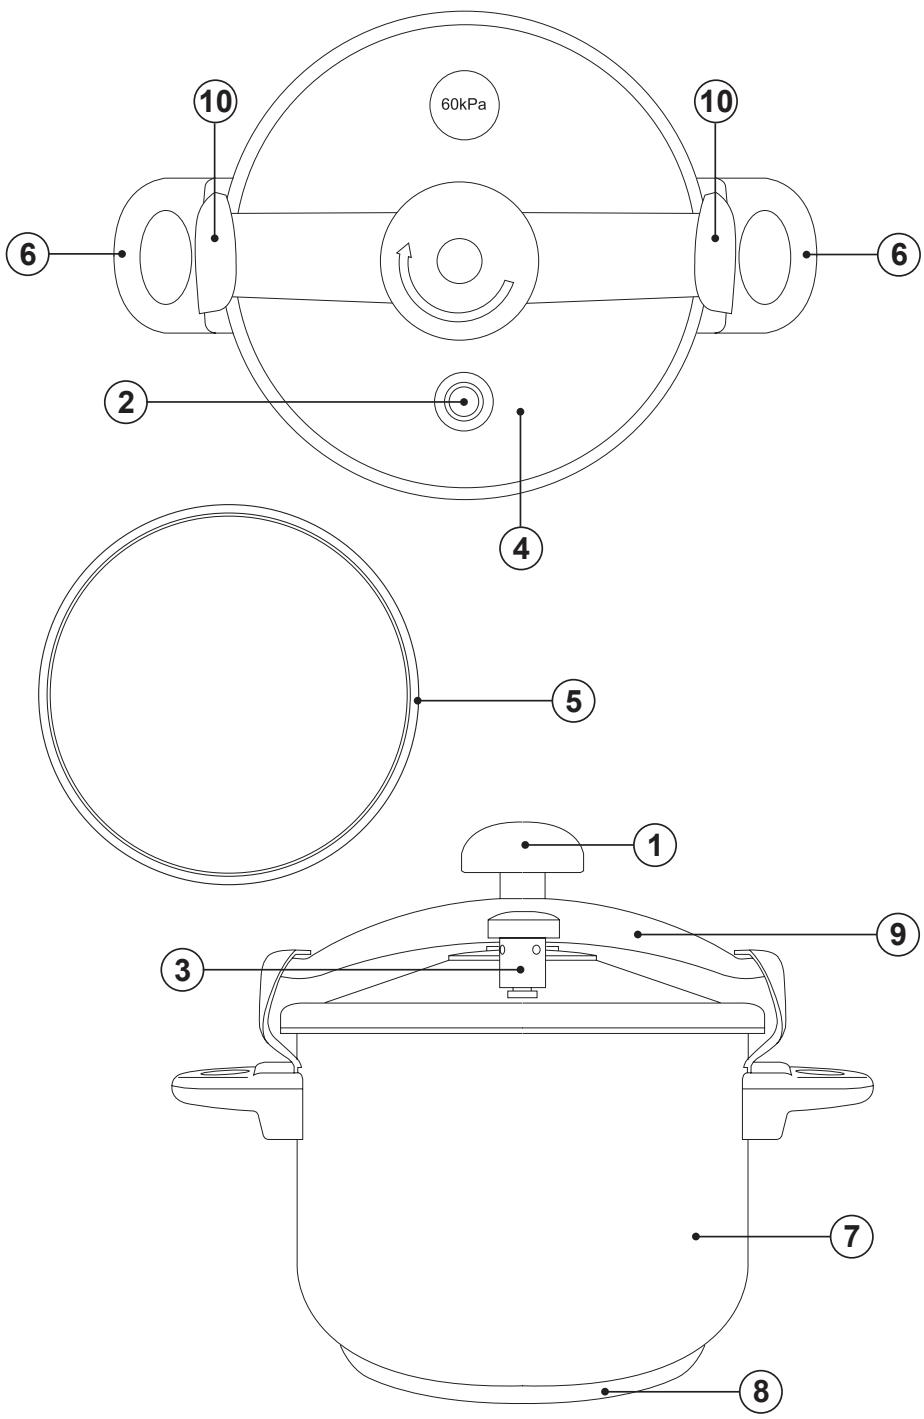

Fig. 1
- Situar el aparato sobre una fuente de calor plana, estable y de diámetro adecuado al fondo difusor del aparato. En caso de fuentes de calor de gas asegurarse que la llama no sobresalga del fondo difusor (Fig. 1).